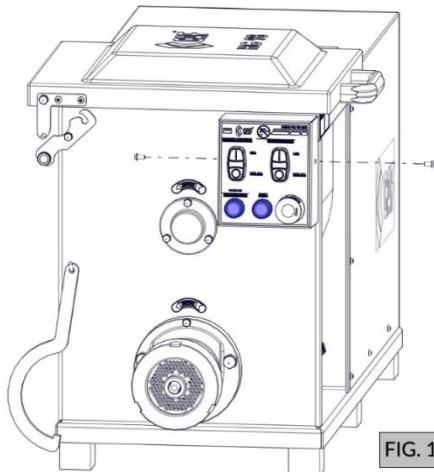
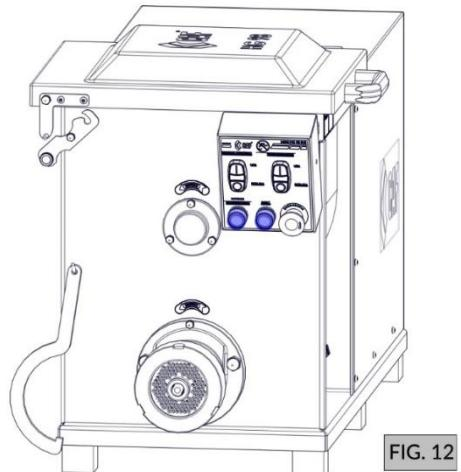

FIG. 11
FIG. 12
- a) Retire os parafusos da caixa de comandos elétricos (FIG. 11) e puxe-a para ter acesso aos acionadores da máquina (FIG. 12);